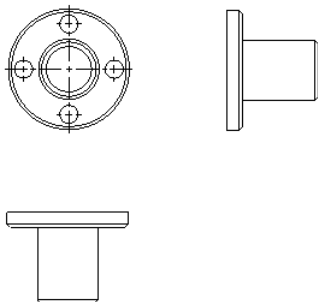

图 8-24 标准三视图
**05** 工程图窗口出现,并且出现标准三视图,如图 8-24 所示。